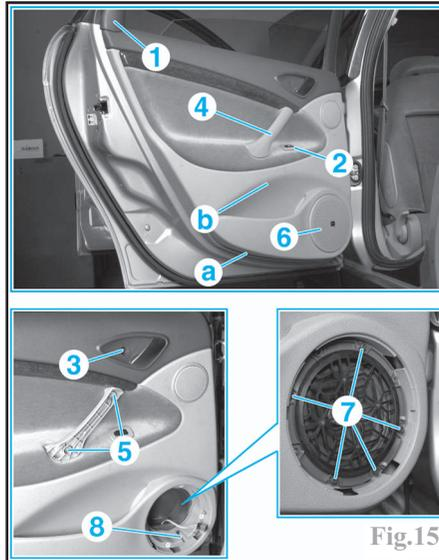

Fig.15
Déposer le gousset intérieur (1) (Fig.15).